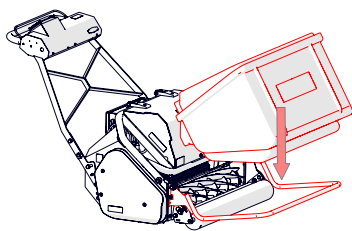

Fig. 2B - Inserimento del cesto raccogliherba
2. **Fissare in posizione il cesto raccogliherba;** abbassare il telaio del cesto verso la parte anteriore della macchina. Sollevare il cesto raccogliherba e collocarlo su questo telaio (Fig. 2B), rimuovendo tutto l'eventuale imballaggio di plastica rimasto.